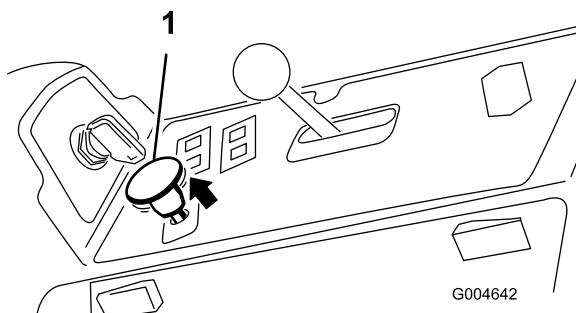

Figure 21
- Tirez sur la commande de PDF pour engager la PDF (Figure 21).